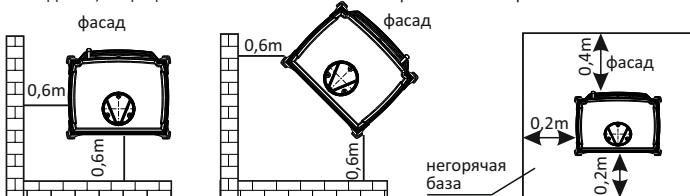

Рис. 2. Безопасное расстояние от печики.
- печьку поместить на несгораемой поверхности, которая выходит за пределы печики на мин. 0,4 м, считая от передней части печики, и мин. 0,2 м, считая от боковых и задней стенки печики (см. рис. 2),